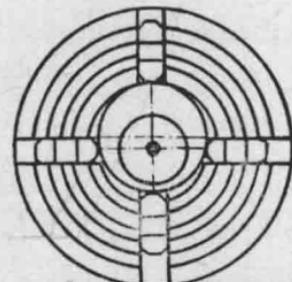

图11 装夹偏心工件的方法。
4. 把划好線的工件裝在四爪卡盤上，让偏心圓 占据 中心位置。在装夹时最好先調节卡盤的两爪到对称位置，另两爪偏移偏心距  $e$  的距离（图 11）。